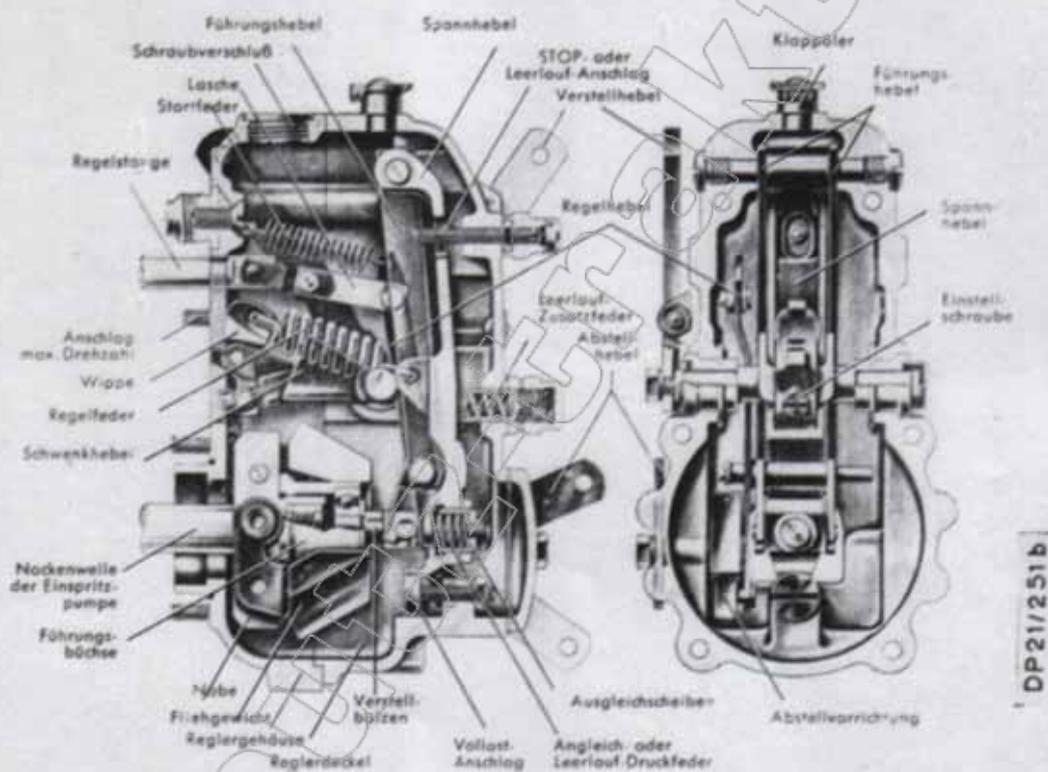

Bild 1 EP/RSV-Regler
C. Prüfen des Verstellreglers Typ EP/RSV (Bild 1)